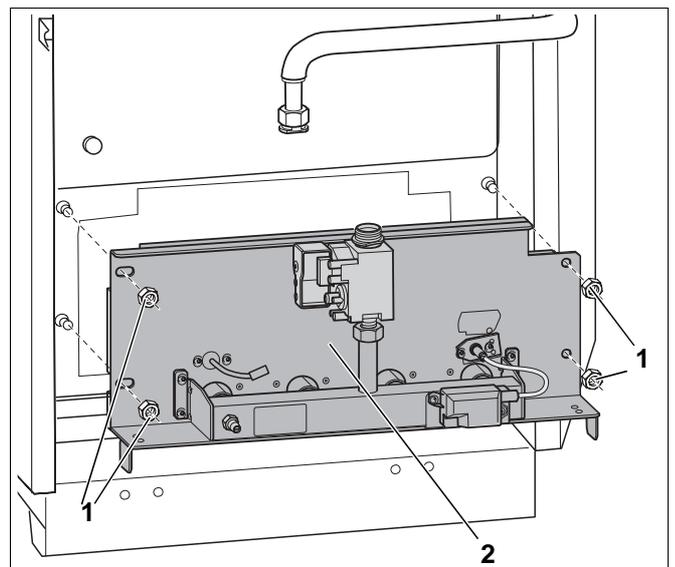

Abb. 38 Befestigungsmuttern lösen
- Befestigungsmuttern (Abb. 38, **Pos. 1**) am Brennerschild (Abb. 38, **Pos. 2**) lösen und Brenner herausnehmen.
- Beim Anschrauben des Brennerschildes (Abb. 38, **Pos. 2**, Seite 51) die vier Schrauben leicht anziehen.